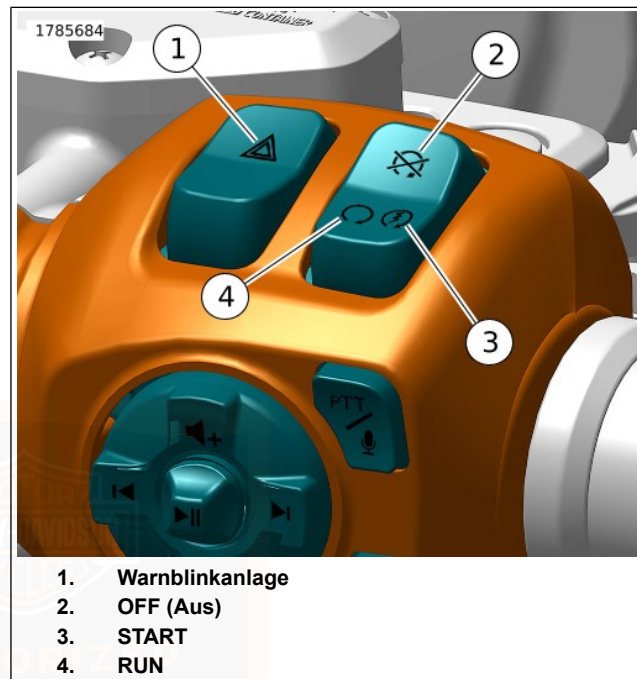

Abbildung 61. RHCM: Tasten des Motorbetriebsschalters und der Warnblinkanlage
1. Siehe Abbildung 61. Bei vorhandenem Sicherheitsschlüsselanhänger den Motorbetriebsschalter auf RUN (Ein) (4) stellen. Den Gasdrehgriff nicht drehen.
5. Den Anlasserknopf (3) zum Anlassen des Motorrads drücken und loslassen.
2. Siehe Abbildung 61 . Den Motorbetriebsschalter auf OFF (Aus) (2) stellen.
1. Siehe Abbildung 61. Den Motorbetriebsschalter auf RUN (Ein) stellen.
1. Siehe Abbildung 61 . Den Motorbetriebsschalter auf OFF (Aus) (2) stellen.